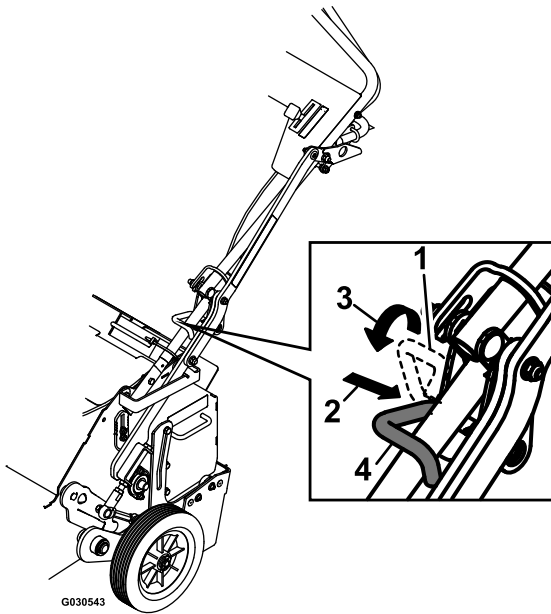

Figura 23
2. Mueva el pestillo de transporte (Figura 23) del manillar a la posición de TRANSPORTE.